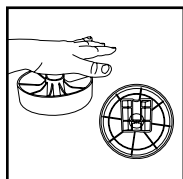

FIGURA 10
13. Colocar la rueda ensamblada sobre una superficie plana. Presionar hasta que el ensamblaje quede bien encajado. **FIGURA 10.**